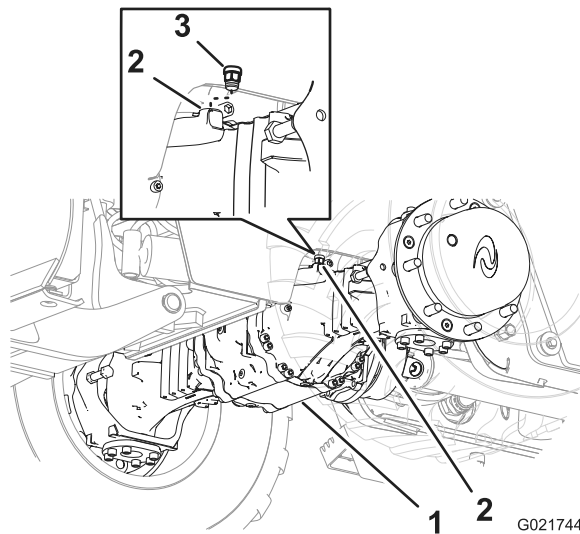
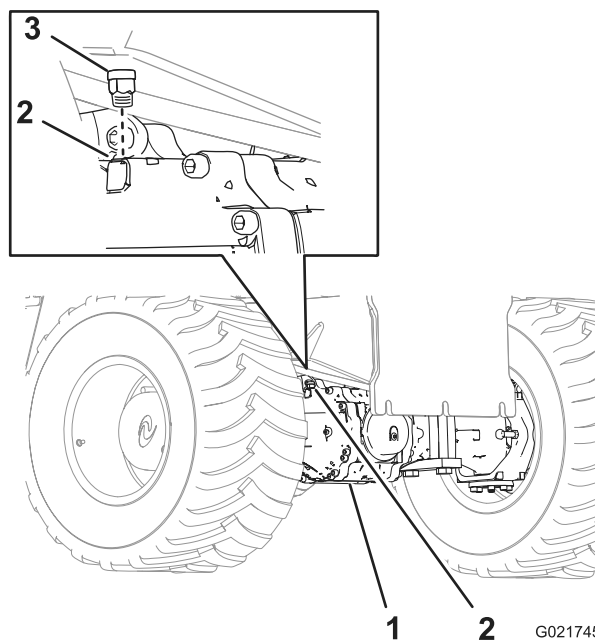

Figura 76
Figura 77
1. Limpe a área ao redor dos respiros com solvente de limpeza (Figura 76 e Figura 77).
2. Remova o respiro do eixo dianteiro (Figura 76).
3. Remova o respiro do eixo traseiro (Figura 77).
6. Instale o respiro no eixo dianteiro (Figura 76).
7. Instale o respiro no eixo traseiro (Figura 77).